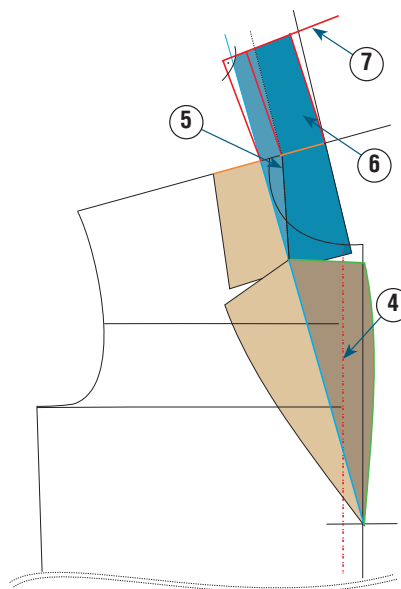

Рис. 2
① Определите высоту перегиба лацкана и отметьте эту точку короткой горизонтальной линией-штрихом. Обычно на пиджаке с застежкой на пуговицы она начинается на уровне талии, но если пуговиц несколько, то начать ее можно с любого места, в зависимости от выбранной модели.
② От точки, отмеченной в ходе выполнения первого этапа, начертите прямую до кривой горловины: она будет обозначать место перегиба лацкана и отлета.
③ Нарисуйте форму и размер воротника в зависимости от выбранной модели и личных пристрастий (на рис. 2 показан светло-коричневым цветом). Как правило, отлет воротника редко превышает 4–5 см.
⑥ Продлите линию плеча. Измерьте ширину отлета, зафиксированную на линии плеча (на рис. 2 отмечена короткой линией оранжевого цвета), затем перенесите эту мерку в продолжение высоты основания воротника, начерченной на предыдущем этапе.
Отзеркальте размеры отлета с другой стороны линии перегиба (на рис. 2 отмечено фиолетовым цветом). Поверните в сторону плеча основание и отлет примерно на 1–1,5 см (на рис. 2 показано линиями красного цвета). Точная мерка зависит от расширения, сделанного на горловине.
⑦ На линии низа основания воротника отложите половину размера горловины спинки, увеличенную на 1 см. От полученной точки проведите перпендикуляр к этой линии, обозначающей середину спинки (красная пунктирная линия на рис. 2).